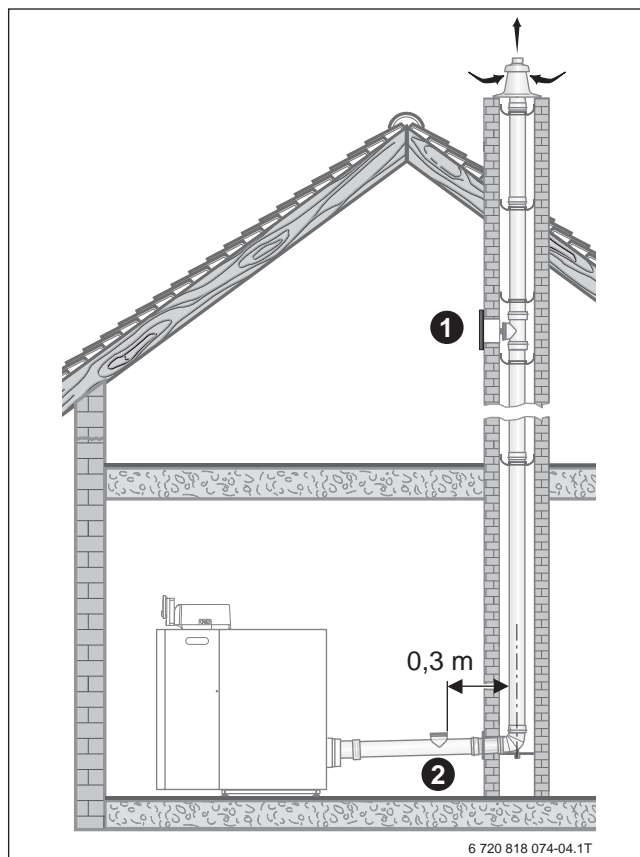

Bild 55 Abgasabführung über 4 m Länge
- im senkrechten Teil der Abgasanlage direkt oberhalb der Einführung des Verbindungsstückes (→ Bild 55)
- seitlich im Verbindungsstück höchstens 0,3 m entfernt von der Umlenkung in den senkrechten Teil der Abgasanlage (→ Bild 55).